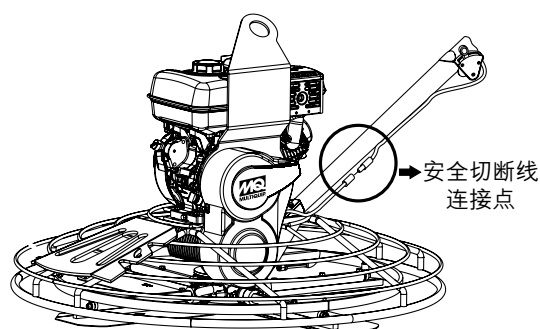

图8. 安全切断开关连接
1. 将来自发动机的黑尾线和来自离心式安全切断开关的黑色安全切断线相连，如图8所示。